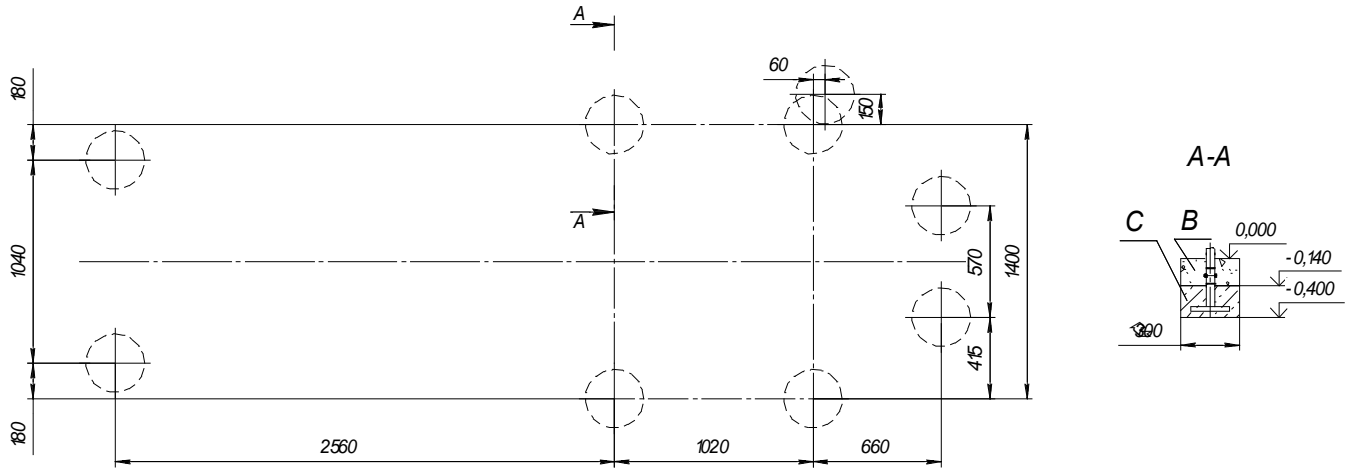

Рис.12
10.3.10 Установить КОМПЛЕКС в подготовленные ямы. Проверить горизонтальность установки балок поз.19; поз.19.1, используя уровень. Выставить в нужное положение и забетонировать (бетон В15; V=0,18 м³) согласно схеме (рис. 12); С – бетон, В – песок.